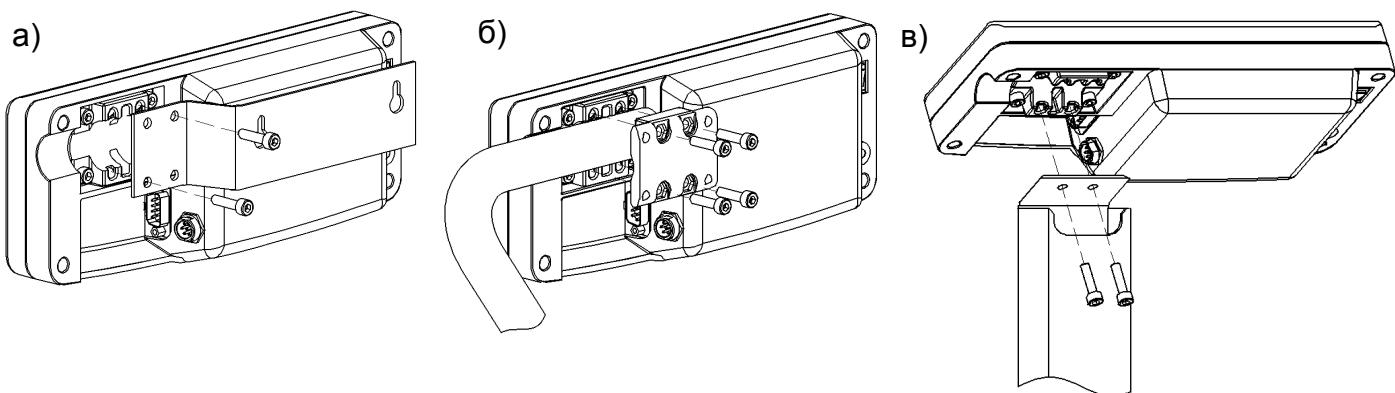

Рис. 5.4 - Варианты крепления устройства индикации:
- подсоединить двумя винтами M5x20 кронштейн к устройству индикации (Рис. 5.4а);
- закрепить устройство индикации на стойке кронштейном, затянув четыре винта M5x30 с небольшим усилием (Рис. 5.4б). Излишек кабеля заправить в стойку со стороны устройства индикации;
- закрепить двумя винтами M5x20 устройство индикации на стойке (Рис. 5.4). Излишек кабеля заправить в стойку.